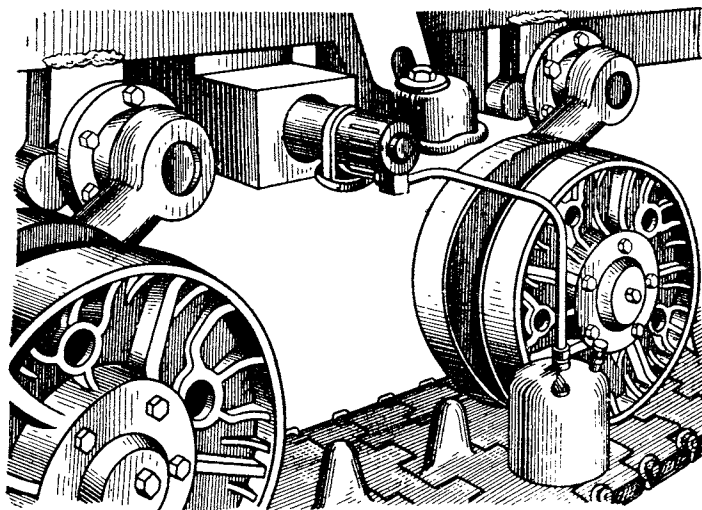

Рис. 265. Установка лампы подогревателя
4. Установить лампу на гусеницу так, чтобы факел пламени был на одном уровне с отверстием в броневой коробке (рис. 265).